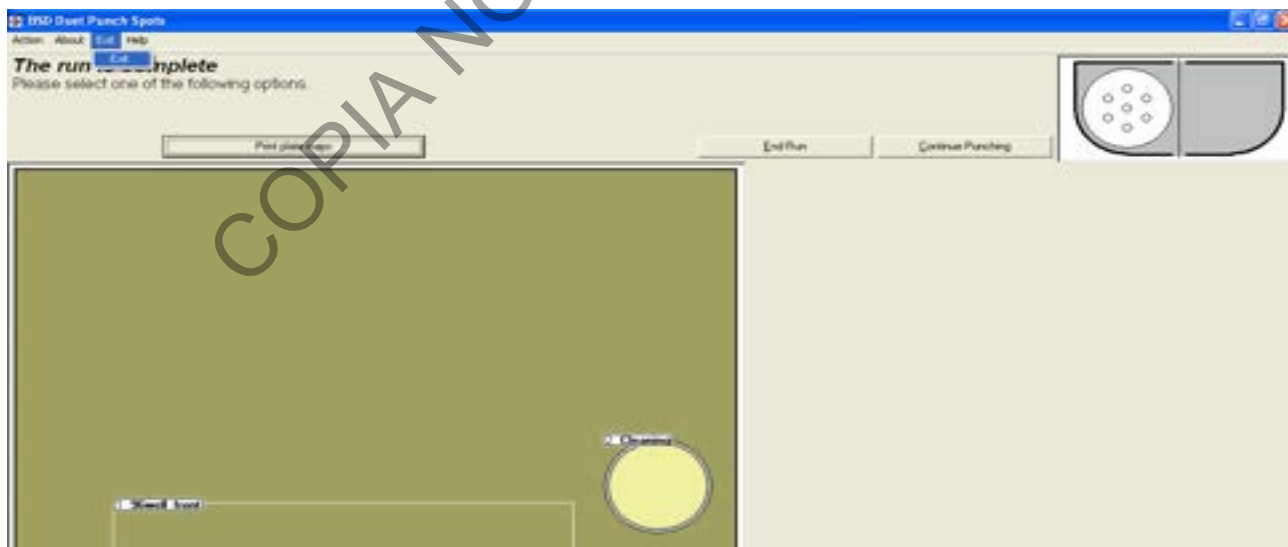

Figura 29. Comando para salida del programa
7.3.11 Salga del programa colocando el cursor en el menú superior y haciendo clic en Salir "Exit" y en Salir "Exit" (ver figura 29) y en la pantalla que se despliega: "are you sure you wish to end this run and exit the BSD Duet Punch spots program" hacer clic en "Yes". Se desplegará la pantalla del escritorio de la computadora.